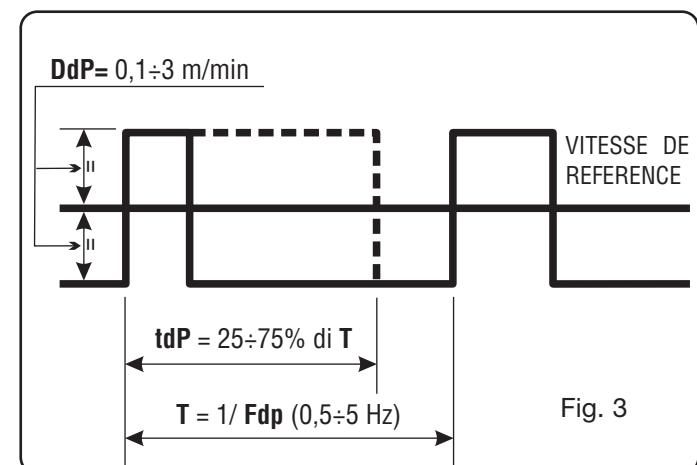

Fig. 3
**D)**Tourner le bouchon réservoir **AI** jusqu'à quand le sigle **tdP** est affiche. Cette valeur est la durée de la vitesse de fil la plus élevée, c'-à-d. le courant le plus élevé. Cette valeur est exprimée en pourcentage du temps obtenu de la fréquence **Fdp** ( Voir figure 3).